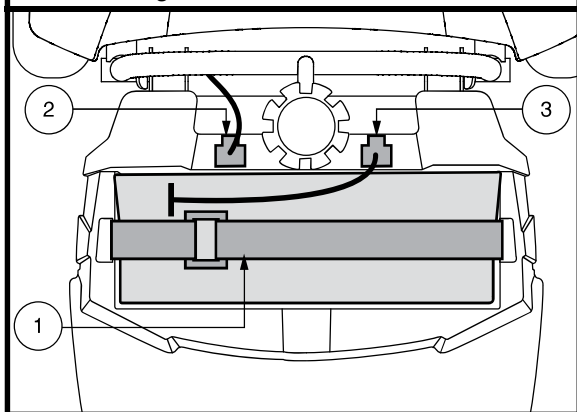

Figura 22. Fascetta di fissaggio delle batterie
1. Scollegare il cavo della batteria e rimuovere il pacco batteria dal miniscooter. **Vedere figura 22.**
**Vedere figura 22.**